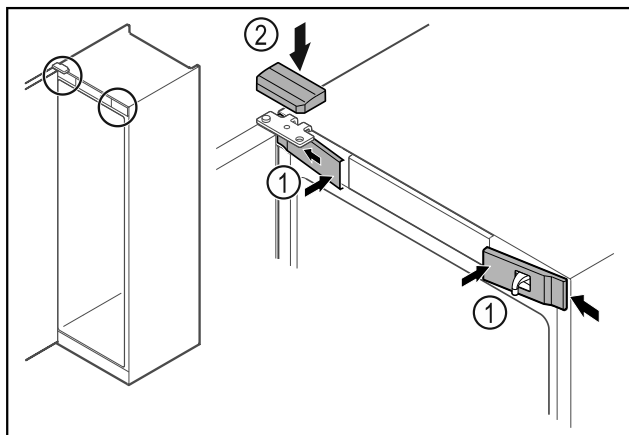

Fig. 70
- Accrocher les caches avant Fig. 70 (1) par les côtés et les enclencher.
- Insérer le cache supérieur Fig. 70 (2) par le haut.